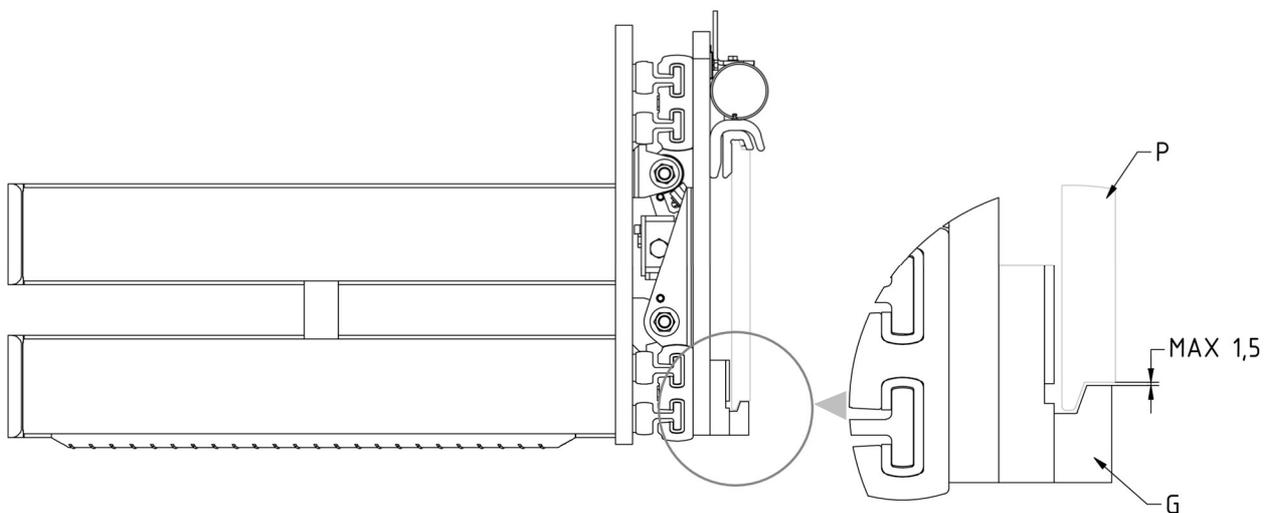

Figure 8
9. Revisser les 2 crochets inférieurs **G** de manière à ce que le corps de ceux-ci reste également accroché en dessous du tablier porte fourche **P** (avec jeu max. 1,5 mm, voir détail *Figure 8*), en serrant avec le couple de serrage indiqué dans le *tableau 4*.